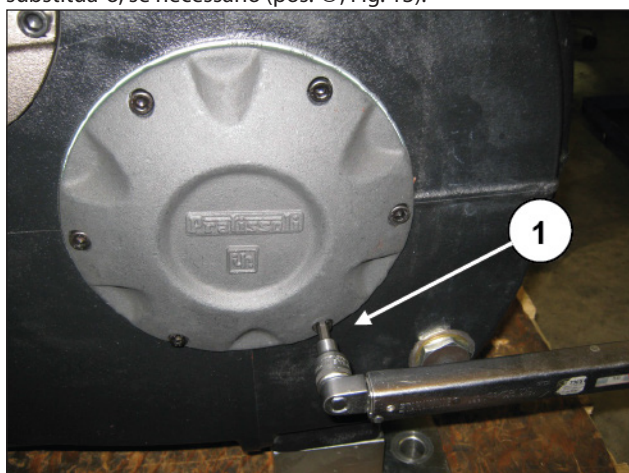
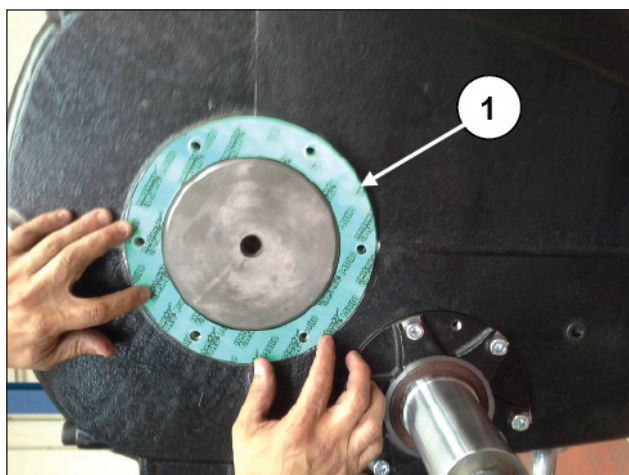

Fig. 12
Fig. 13
Desmonte a cobertura do eixo de manivela, soltando os relativos parafusos (pos. ①, Fig. 12) remova o vedante plano e substitua-o, se necessário (pos. ①, Fig. 13).